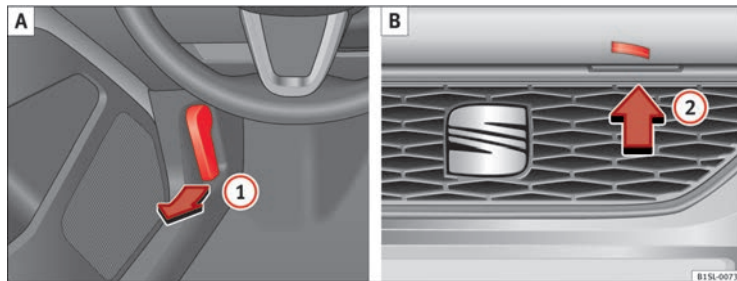

Fig. 111 A: Alavanca de destrancagem na zona dos pés, no lado do condutor: B: Alavanca de destrancagem do capot do motor.
- Antes de abrir o capot, assegure-se de que os braços do limpa pára-brisas repousam sobre o pára-brisas ⇒ ①.
- Puxe a alavanca de destrancagem ① no sentido da seta ⇒ Fig. 111 A. Por reacção de tensão da mola, o capot do motor é impulsionado do elemento de trancagem da peça porta-fechadura ⇒ △.
- Levante ligeiramente o capot do motor e pressione ao mesmo tempo a alavanca da destrancagem ② B na direcção da seta para abrir o capot do motor por completo.
- Retire a vareta de sujeição do capot do suporte na direcção da seta ③ C e coloque-a na abertura prevista para o encaixe ④ D (seta).